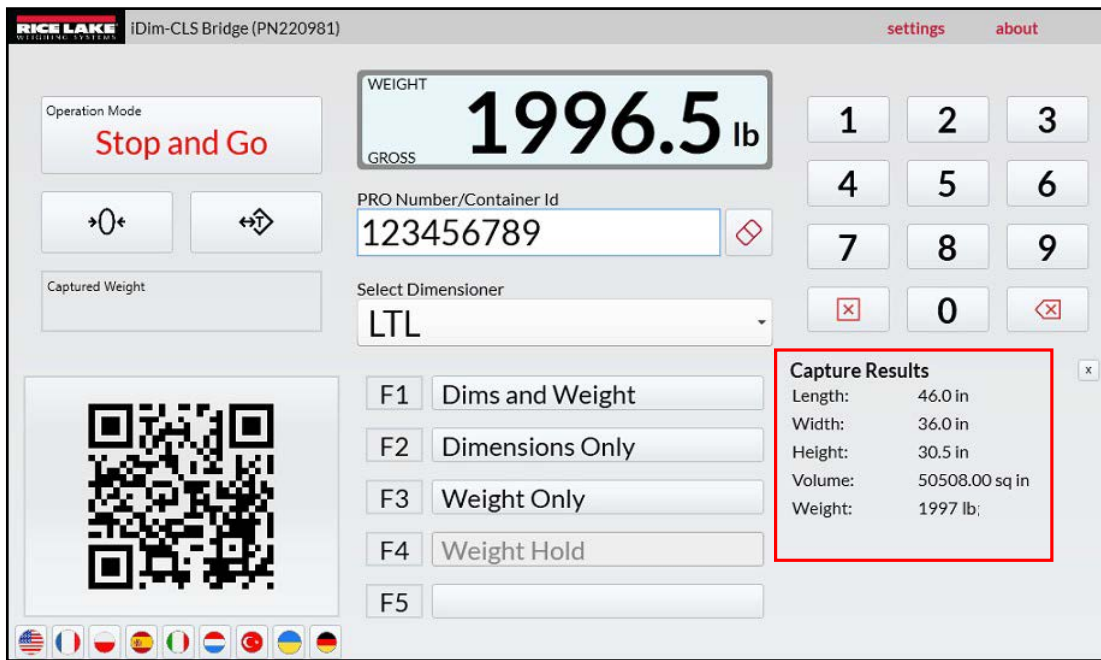

Figura 5-4. Risultati sotto forma di dati numerici
- **As Text (Come testo):** visualizza i risultati sotto forma di dati numerici (vedere la Sezione Figura 5-4. a pagina 17)